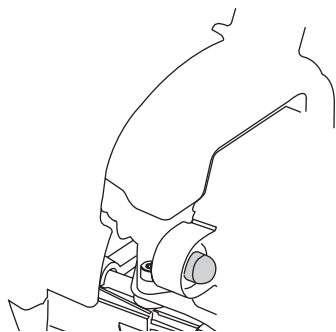

Fig. 30
2. Suelte el gatillo del regulador y deje que el motor funcione en marcha lenta. Si el motor se para, inserte un pequeño destornillador Phillips o de vástago plano en el orificio de la cubierta del silenciador / filtro de aire (Fig. 30). Gire el tornillo de marcha lenta en sentido horario, de a 1/8 de vuelta por vez (según sea necesario) hasta que el motor funciona en mínima.